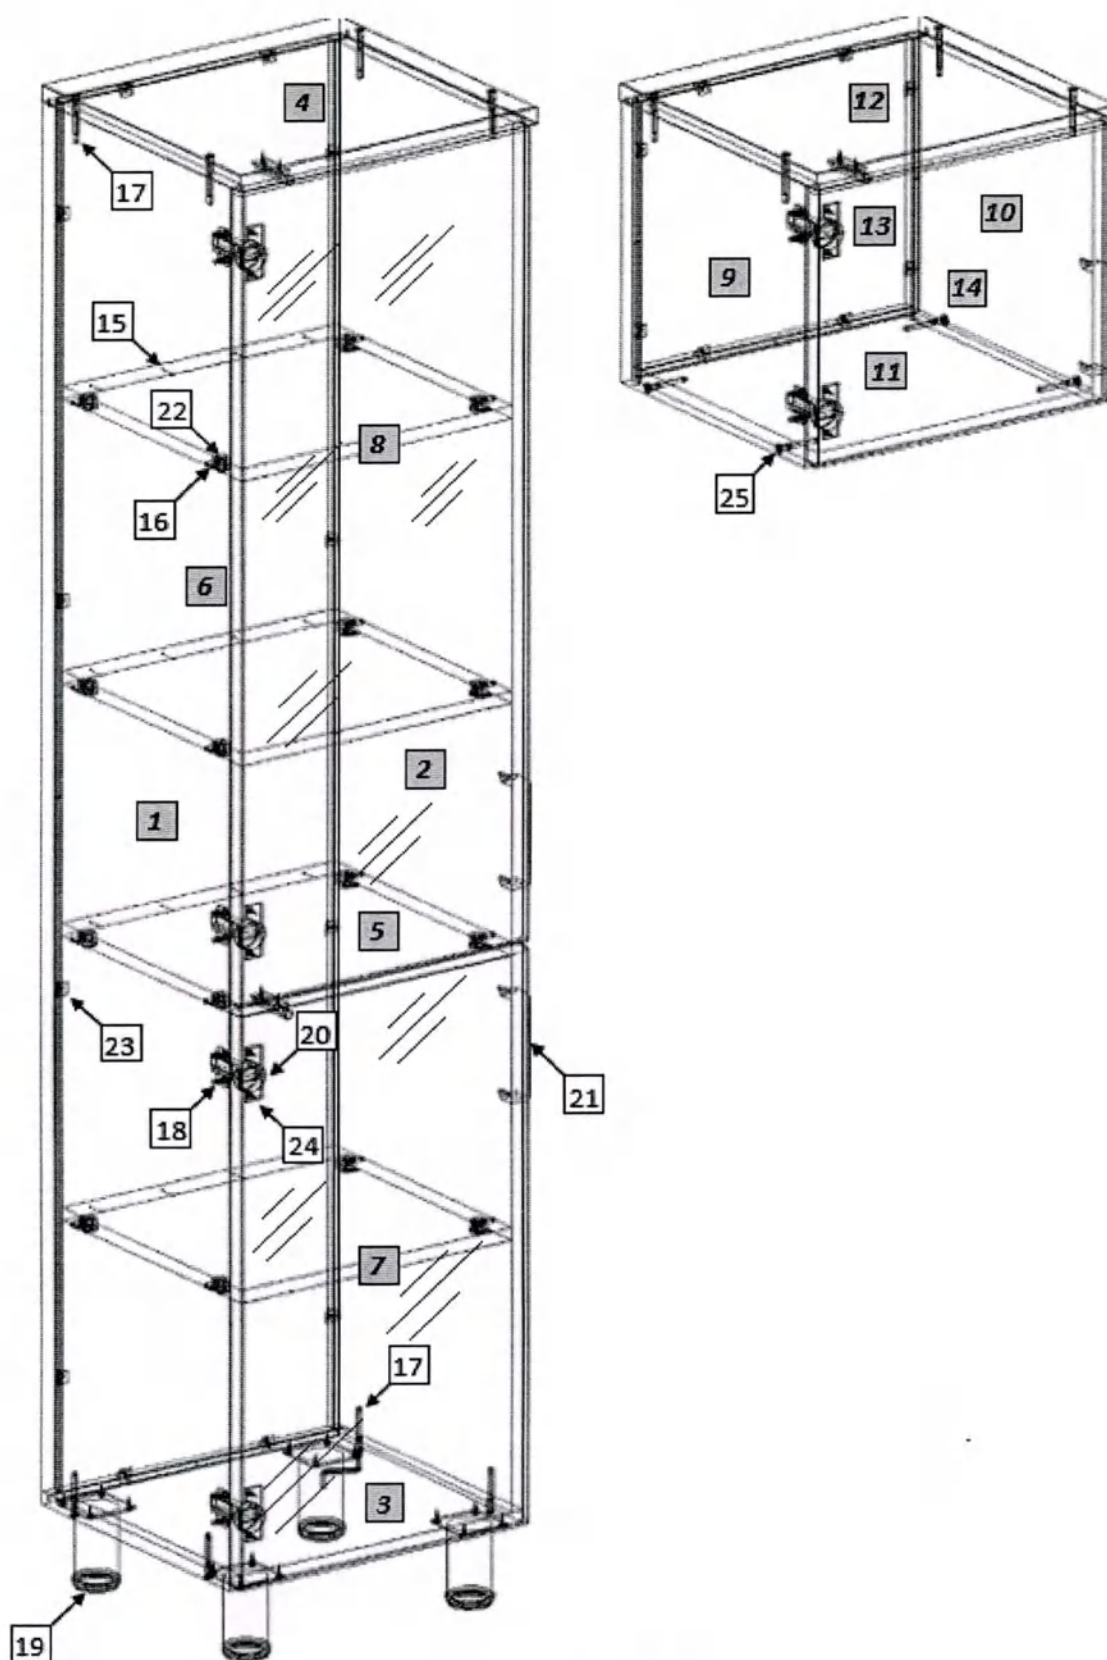

Рис. 1
1. Внимательно ознакомьтесь со схемой сборки, изображённой на рис. 1, сверяясь со спецификацией на изделие. Согласно схеме и спецификации определите расположение деталей в изделии и порядок их сборки. Сборка производится на ровном полу, укрытом материалом, предотвращающим повреждение покрытия пола и деталей мебели. Подготовьте необходимые для сборки инструменты – плоскую и крестовую отвёртки, молоток, рулетку или линейку.
2. На боковых стенках (1,2) установите ввинчиваемые дюбели эксцентриковых стяжек (10). Установите монтажные планки петель (12). На горизонтальных стенках (5) установите эксцентриковые стяжки (16). Евровинтами (11) соедините боковые стенки (1,2) с горизонтальной нижней стенкой (3) и крышкой (4), установив в пазы заднюю стенку (6). Закрепите заднюю стенку в пазах уголками (17). Установите и закрепите горизонтальные стенки (5), гвоздями (9) зафиксируйте к ним заднюю стенку. На горизонтальной нижней стенке (3) шурупами (18) закрепите опоры (13).
3. На дверях (7,8) шурупами 4x16 (17) закрепите петли (14), установите ручки (15), усилие не должно быть чрезмерным, чтобы избежать повреждение стекла. Закрепите двери к боковой стенке шкафа. Отрегулируйте положение дверей винтами петель.